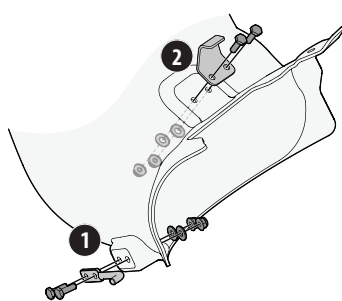

Figure 19
- À partir de l'extérieur du coude de la goulotte, alignez la tige de montage (747-09890) et les 2 boulons (710-3015) avec les trous de la partie inférieure avant du coude et fixez-la à l'intérieur du coude avec 2 rondelles plates (1751) et 2 écrous autobloquants (712-04064) du kit de quincaillerie (689-02579). Voir (1) dans Figure 19.
- À partir de l'extérieur du coude, alignez le support du coude (783-11968) et 2 boulons (710-3015) avec les trous situés au haut du coude et fixez-les à partir de l'intérieur avec 2 rondelles plates (1751) et 2 écrous autobloquants (712-04064) du kit de quincaillerie (689-02579). Voir (2) dans la Figure 19.